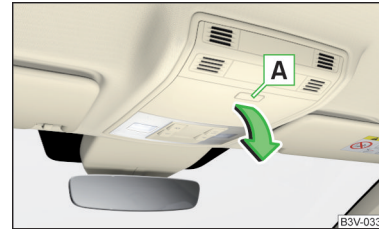

Fig. 91
- Pentru **deschidere** apăsați butonul **A**. Compartimentul se rabatează în sensul săgeții » fig. 91.